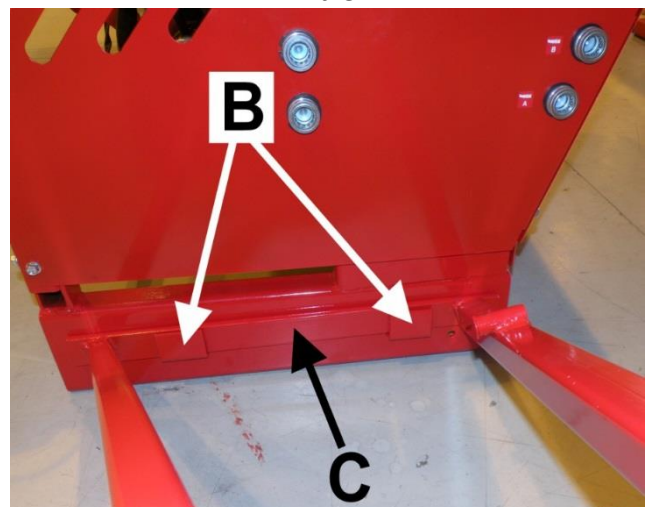

Bild 4.
3. Sänk inmatningstransportören med höger hand och använd samtidigt din vänstra hand för att styra stödbenet C i spåren B, enligt instruktionerna i bild 4.